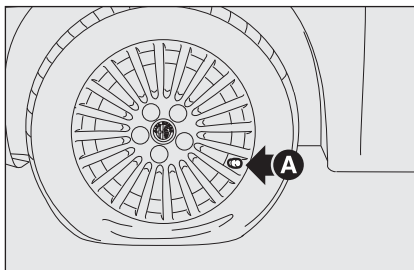

fig. 16
- placer la roue pour l'intervention avec la valve **A-fig. 16** tournée comme illustré dans la figure puis **serrer le frein à main**, et enlever le kit de réparation rapide et l'appuyer sur le terrain près de la roue;